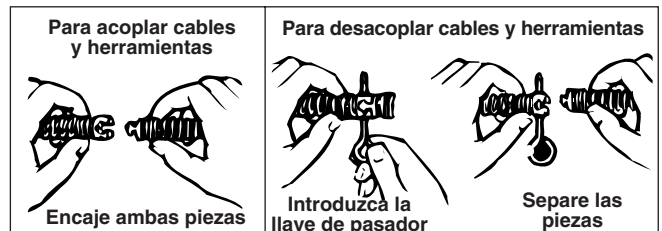

Figura 4 – Modo de acoplar y desacoplar cables y herramientas
6. Seleccione e instale la herramienta deseada en la punta del cable. El acoplamiento en T permite encajar la herramienta con un clic al acoplamiento del cable (Figura 4). Para desmontar la herramienta, emplee la llave de pasador para oprimir el pulsador y luego desacople las partes.